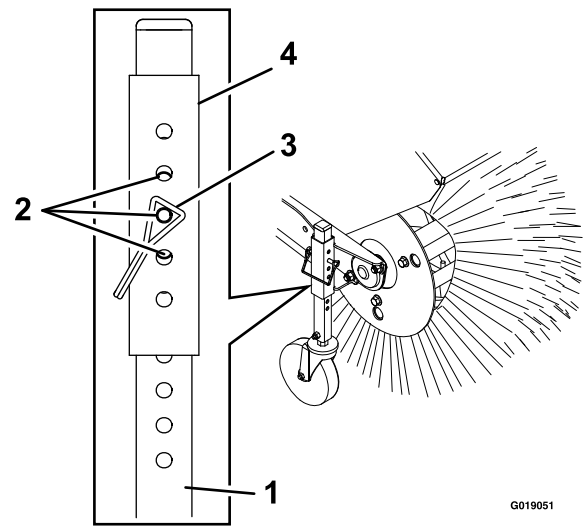

Figure 17
5. Pour régler la hauteur du balai, retirez et conservez la goupille du manchon de réglage et du tube de la roue pivotante (Figure 17).
7. Pour effectuer des réglages précis, faites coulisser le manchon de réglage d'un trou à la fois vers le haut ou le bas sur le tube de la roue pivotante pour régler la hauteur du balai par paliers de 3 mm (1/8 po) (Figure 17). Répétez les opérations 5 à 7 pour l'autre roue pivotante.